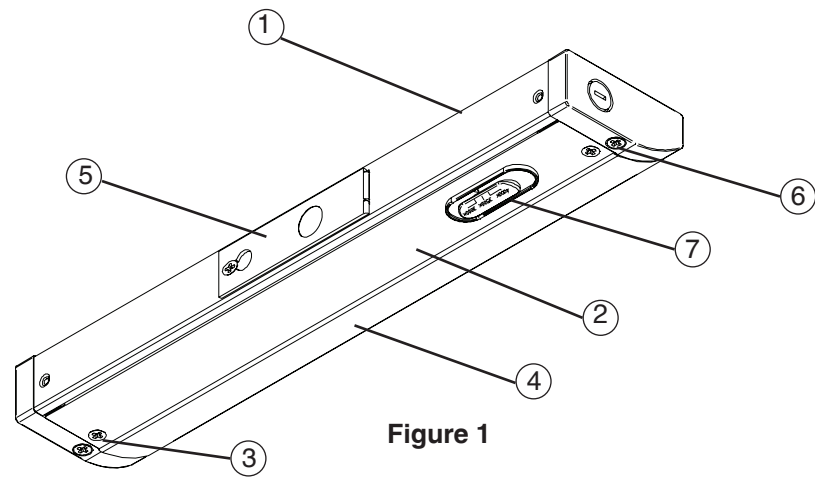

Figure 1
- Retirez les pièces de l'emballage et placez-les dans un endroit pratique pour l'installation. **Voir la Fig 1**
1. Remove the parts pack and place it in a convenient location during installation. Check that all parts are included- **See Fig 1**
1. Remueva el paquete de partes y colóquelo en un lugar conveniente durante la instalación. **Ver Fig 1**